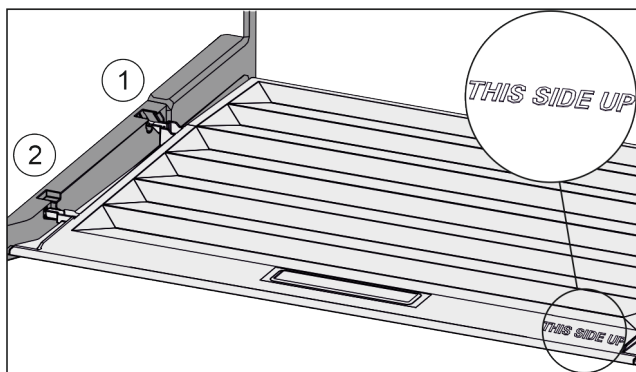

Fig. 143
- ▶ Introduceți nervura capacului prin orificiul suportului posterior Fig. 143 (1) și înclicetați-l în față în suport Fig. 143 (2).